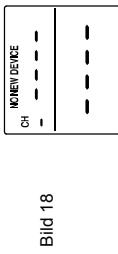

Bild 18
4. Wenn der Lernempfänger beendet und keine Datenfunk-Steckdose gefunden wurde, so wird auf dem LCD das Zeichen "NO NEW DEVICE" angezeigt (Bild 18).